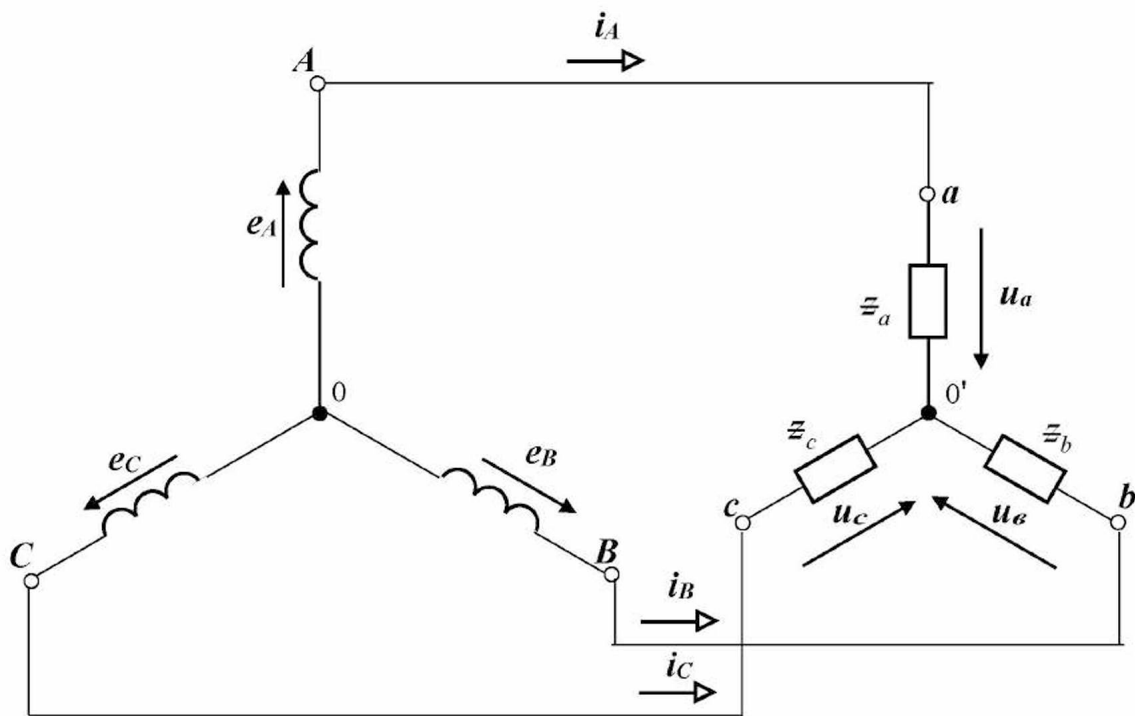
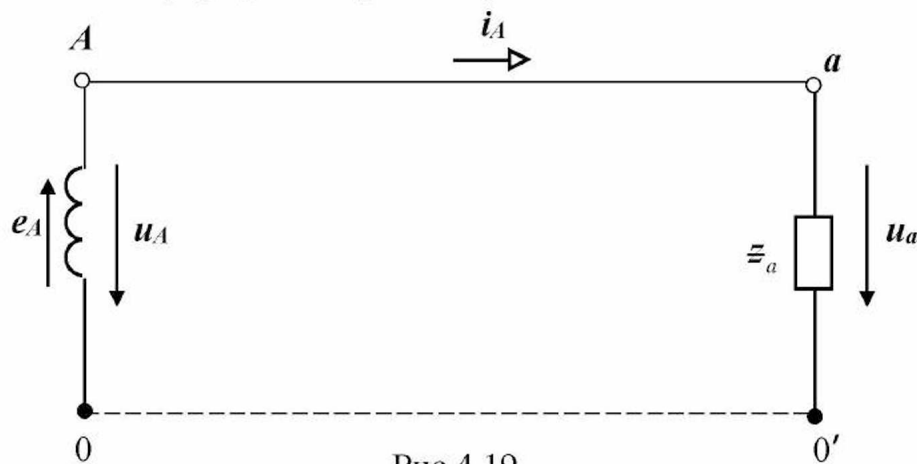

Рис.4.18
Рис.4.19
Розглянемо розрахункову схему трифазного трипровідного електричного кола, яке складається з ідеального генератора, з'єданого зіркою, ідеальної лінії електропередачі, навантаження, з'єданого зіркою (рис.4.18).
Виділяємо одну фазу кола (рис.4.19).
1. Розрахункова схема кола приведена на рис.4.18, а для однієї фази – на рис.4.19.